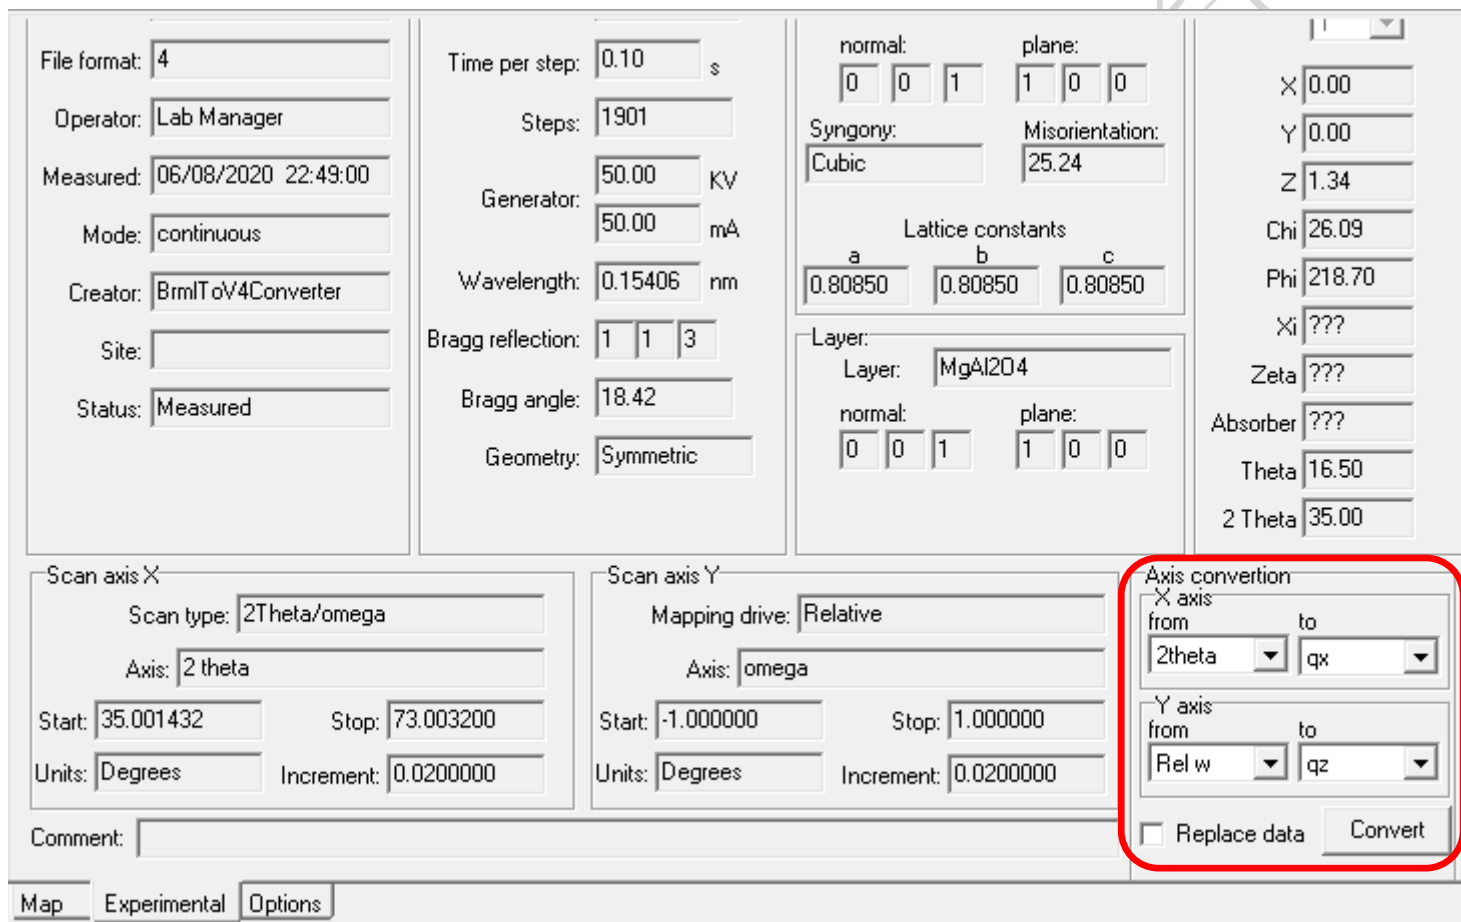
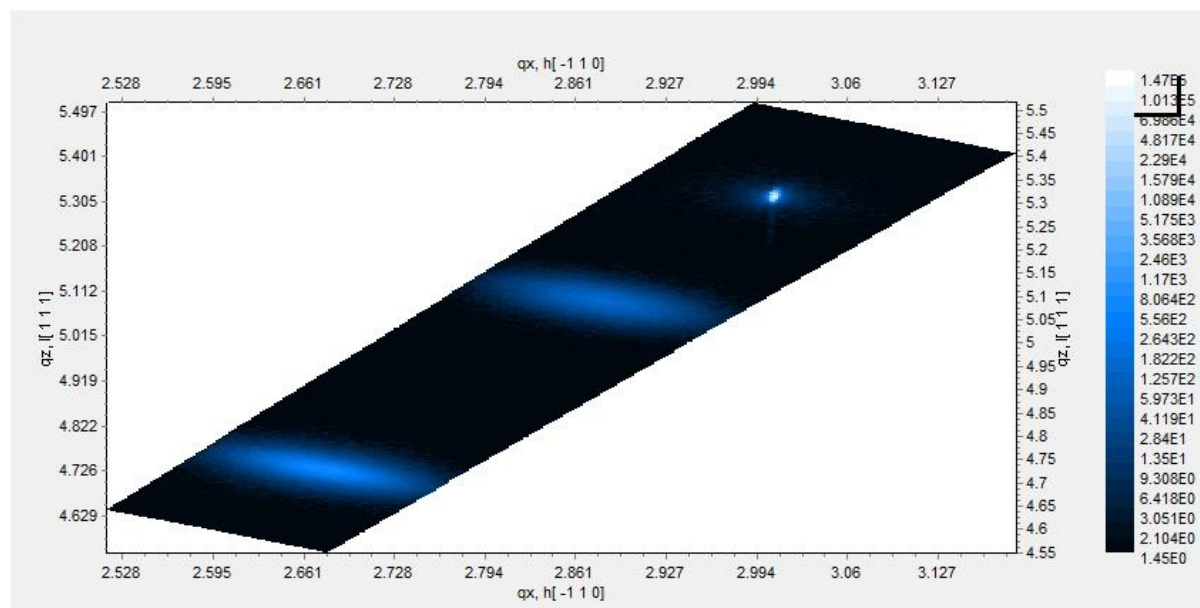

图 6-42
图 6-43
6.12.15 在 LEPTOS 软件中, 点击 Experimental 这个 tab, 点击 Axis conversion 中的 Convert, 即可将 2theta-Omega 坐标转化为 qx, qz 坐标 (图 6-42, 图 6-43)。